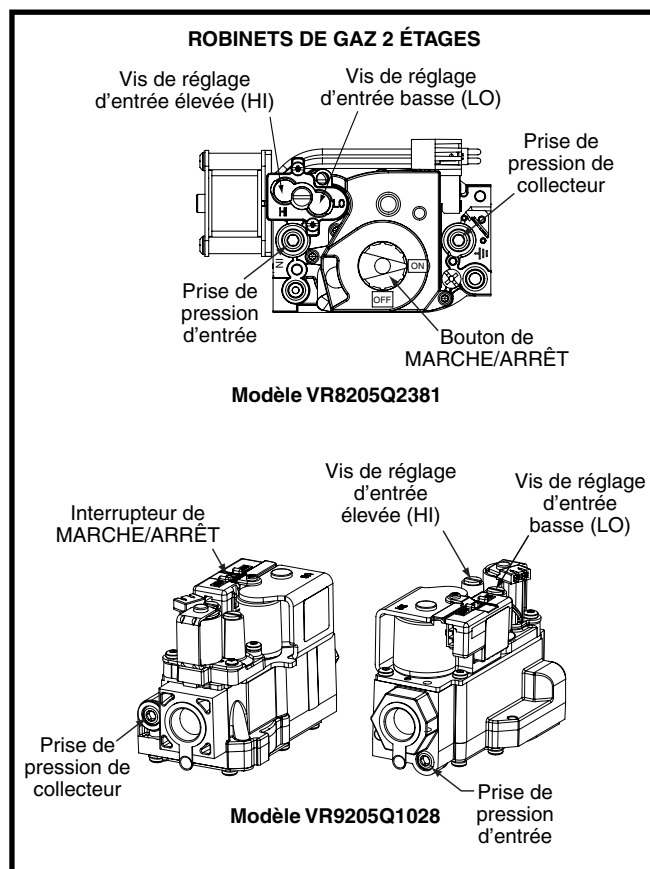

Figure 25. Vis de réglage d'entrée HI et LO (élevé et faible)
- c. Au moyen d'une clé hexagonale, tourner la vis de réglage d'entrée « LO » (faible) du côté « LO » du régulateur pour ajuster le réglage de débit réduit ou tourner la vis de réglage d'entrée « HI » (élevé) du côté « HI » du régulateur pour définir le réglage de plein débit. Consulter la Figure 25 (page 27).